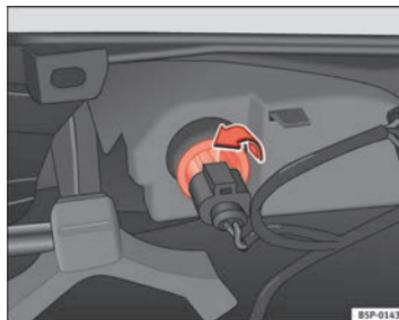

Fig. 200 Farolim pelo lado interior do pára-choques
- Rode o porta-lâmpadas para a esquerda e retire-o no sentido da seta ⇒ Fig. 200.